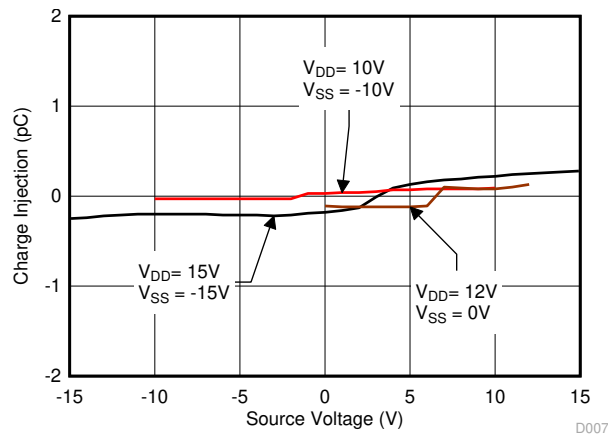

图 7-16. 电荷注入与源极电压间的关系
TMUX6119 利用特殊的电荷注入消除电路，可将源极 (SA 或 SB) 至漏极 (D) 的电荷注入降低至最低 0.19pC (在 $V_S = 0V$ 条件下)，如图 7-16 所示。